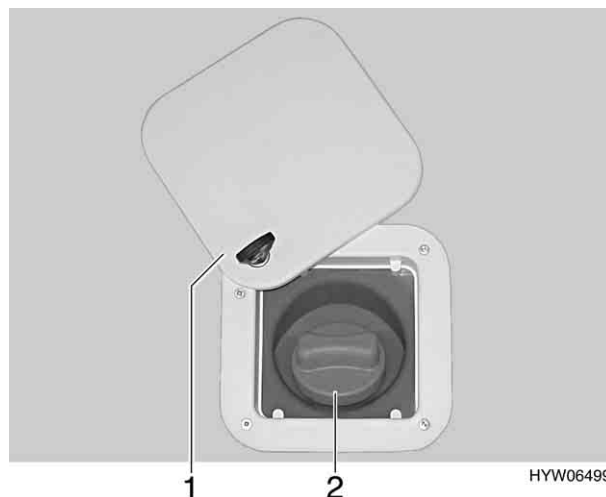

Fig. 104 Coperchio per bocchettone di riempimento dell'acqua potabile
- Aprire la serratura e girare verso l'alto lo sportello esterno (Fig. 104,1) (vedi capitolo 5).
- Girare il coperchio blu (Fig. 104,2) in senso antiorario di un quarto di giro.
- Aprire il bocchettone di riempimento dell'acqua potabile (Fig. 104) posto sulla parete esterna del caravan.